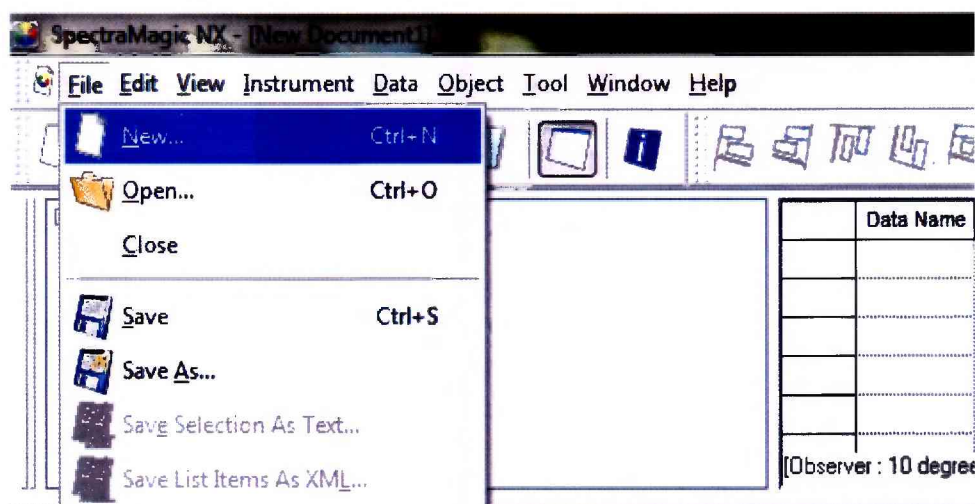

Рисунок 5
8.4.1.2 Для этого открыть главное окно программы (см. рисунок 1) и создать новое измерение. Для этого открываем закладку File – New (см. рисунок 5).